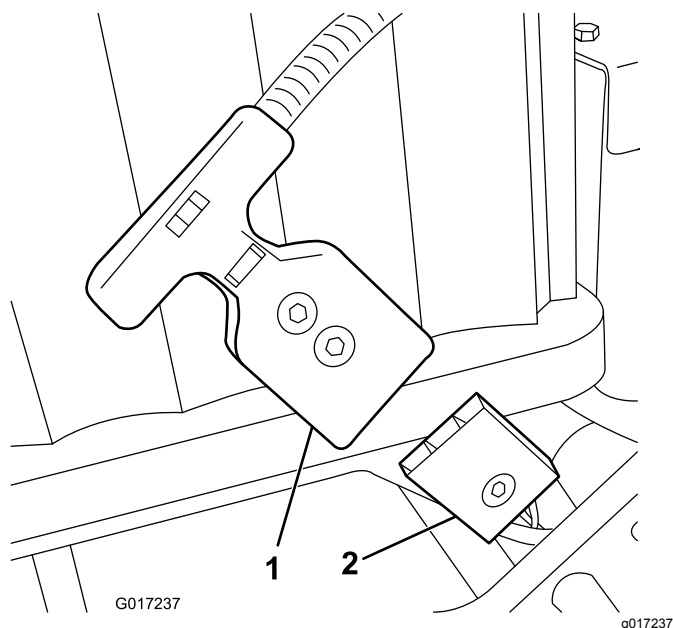

Figura 15
Nota: Si no puede conectar la clavija del arnés de cables batería-máquina al enchufe de la batería con la batería instalada, puede conectar primero el arnés a la batería y luego instalar la batería. Desconecte el conector del suministro eléctrico principal (Figura 15) de la base de la
16. Conecte el conector en T del arnés de cables principal al conector del suministro eléctrico principal situado en la base de la batería (Figura 15).